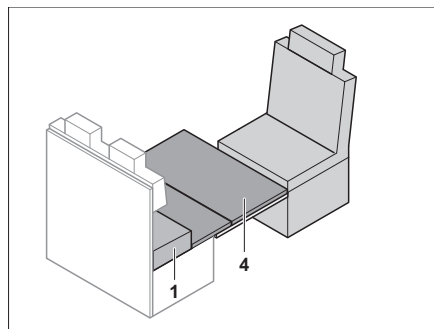

Fig. 145 Colocar el apoyo de cama de reserva
- Poner el apoyo de cama de reserva (Fig. 145,4) en la mesa. Crear así el borde delantero del apoyo de cama de reserva directamente en el asiento del conductor.